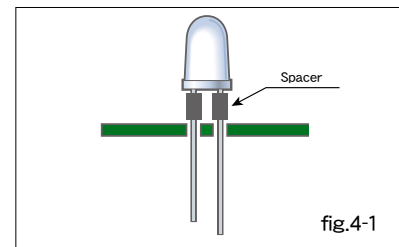

fig.4-1
- ①縦型LEDランプ（直付けタイプを除く）の基板への直付けについては、はんだ付け時の基板の反り・リードカット・クリンチ等の応力によって樹脂部の破損等につながりますので、基本的には保証できません。（やむを得ず実施される場合には事前に問題のないことを充分ご確認のうえご使用下さい。）
- ②直付けタイプ以外の縦型LEDランプの位置決めは、ストッパー付きタイプの採用やスペーサー等を用いて行ってください。（図4-1）
- ① Stanley does not guarantee direct mounting of the through-hole LEDs to the boards. Directly mounting the through-hole LEDs (excluding direct mount type) could lead to damaging the LED resin from board warp, lead cutting and clinching during the soldering process. (If direct mounting must be performed, please take all necessary precautions to make sure there are no problems)
- ② To determine the mount positions of all through-hole LEDs other than the direct mount type, please use a spacer or LEDs equipped with stopper. (fig.4-1)